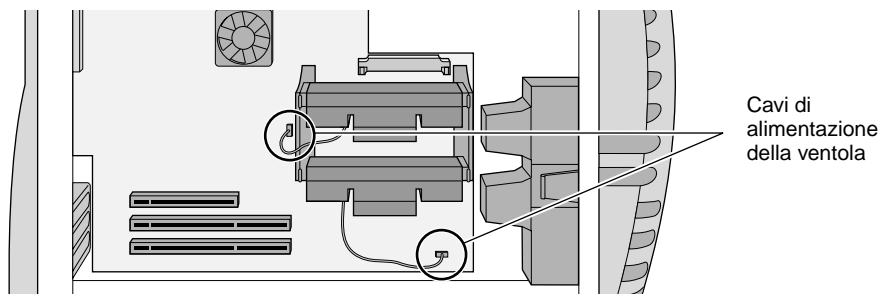

Figura 6-5 Collegamento del cavo di alimentazione della ventola del processore alla scheda di sistema
9. Se al processore è collegata una ventola, collegare il relativo cavo di alimentazione al connettore opportuno della scheda, come illustrato nella Figura 6-5.